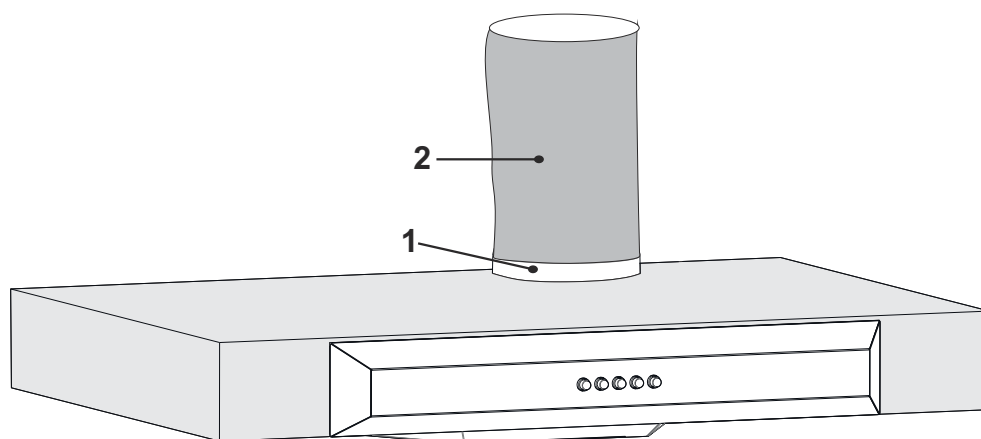

Fig. 15
5. ➤ Montera ventilationsröret på fläkten (Fig. 15).